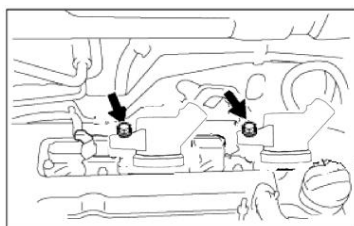

Рисунок II-65
9. Установить катушку зажигания (см. Рисунок II-65).